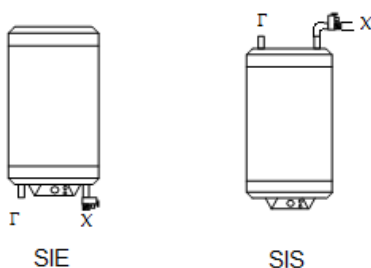

Рис. 2.1
1. *Вертикально.* В таком положении трубка для ввода воды (X), а трубка для горячей воды (Г) находится справа. Предохранительный клапан, поставляется вместе с прибором и должен быть установлен к трубке подводящей холодную воду (X). В случае, с водонагревателями из линейки SIS важно установить 90° трубку к предохранительному клапану, как на рис. 2.1.